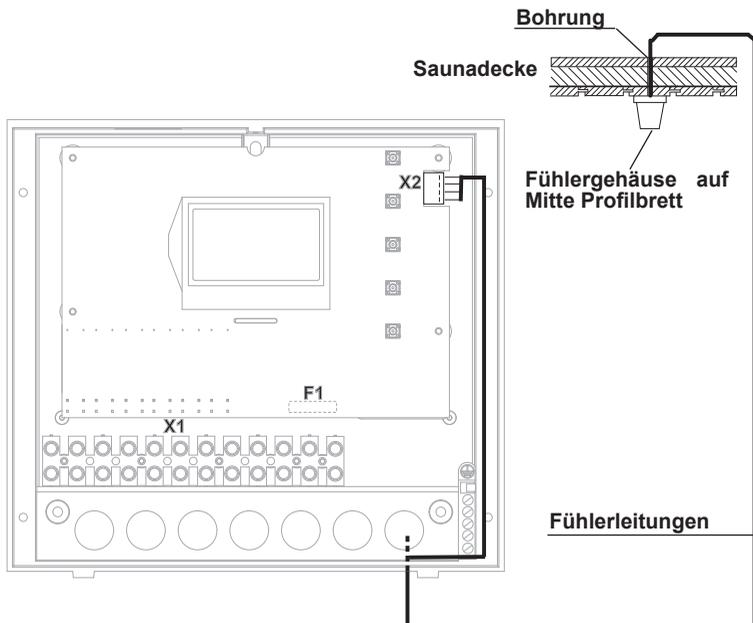
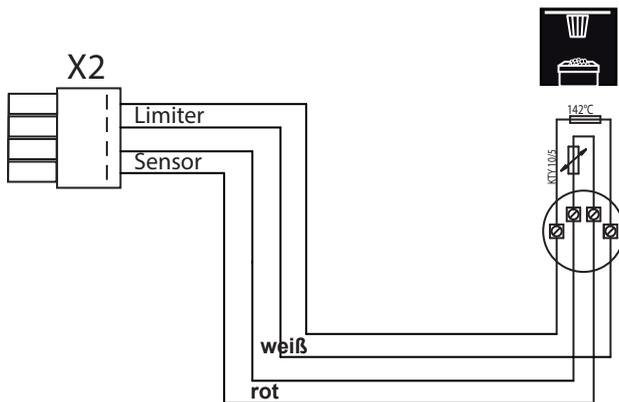

Abb. 11
Abb. 12
5. Föhren Sie die Föhlerleitungen zum Steuergerät und föhren sie durch die rechte Kabeleinföhrung in das Gerät. Verlegen Sie die Föhlerleitungen innerhalb des Steuergerätes wie in Abb. 11 gezeigt. Schließen sie die Föhlerleitungen gemäß Abb. 12 an. Hierzu wird der Stecker **X2** von der Platine abgezogen und nach dem Anschließen wieder eingesteckt.